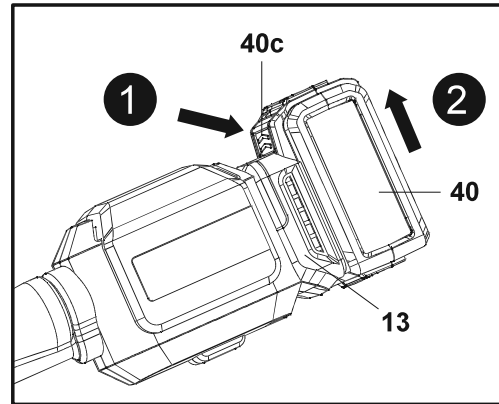

Fig. 22
2. Pressione o botão de libertação (40c) e remova a bateria (40) da porta de ligação da bateria (13) (Fig. 22).